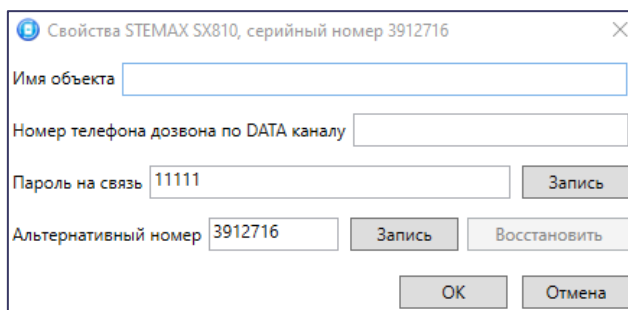

Рисунок 4.16 — Свойства контроллера
**Шаг 2:** в дереве устройств щелкните правой кнопкой мыши по строке конфигурации ПОО контроллера. В появившемся меню выберите *Свойства*, в результате чего откроется окно *Свойства* (см. рисунок 4.16). Задайте в нем описанные ниже параметры и нажмите кнопку *ОК*.